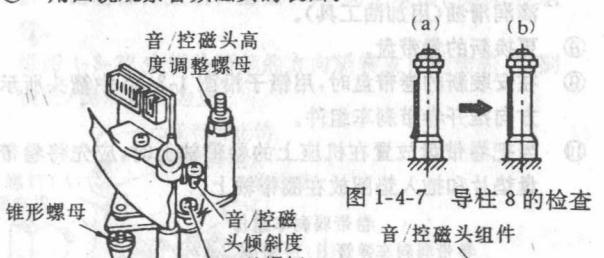

图 1-4-7 导柱 8 的检查
- ② 调整音/控磁头倾斜度调整螺丝,直到在导柱 8 的下凸缘处出现磁带的皱褶,如图 1-4-7(a)所示。
- ③ 逆时针调整音/控磁头倾斜度调整螺丝,直到磁带沿导柱 8 的下凸缘运行情况如图 1-4-7(b)所示。